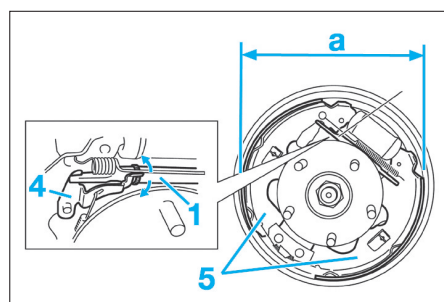

FIG. 19
- reposer le tambour et ajuster le jeu de segments en faisant tourner le dispositif de réglage (1) (Fig.19).
- la valeur du diamètre extérieur (a) des segments (5) doit se situer entre 253,3 et 253,7 mm.